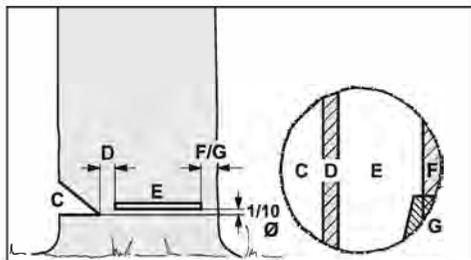

Рис. 18
– ширина недопила: около $1/10$ диаметра ствола (рис. 18);
С помощью основного пропила (рис. 18, поз. E) дерево заваливается.
– $1/10$ (мин. 3 см) диаметра ствола над основанием подпила (рис. 18, поз. C).
Удерживающий ремень (рис. 18, поз. F) или защитный ремень (рис. 18, поз. G) подпирает дерево и предохраняет его от преждевременного падения.
Выбрать подходящие клинья для валки деревьев в зависимости от диаметра ствола и от ширины разреза (основного пропила (рис.18, поз. E)).